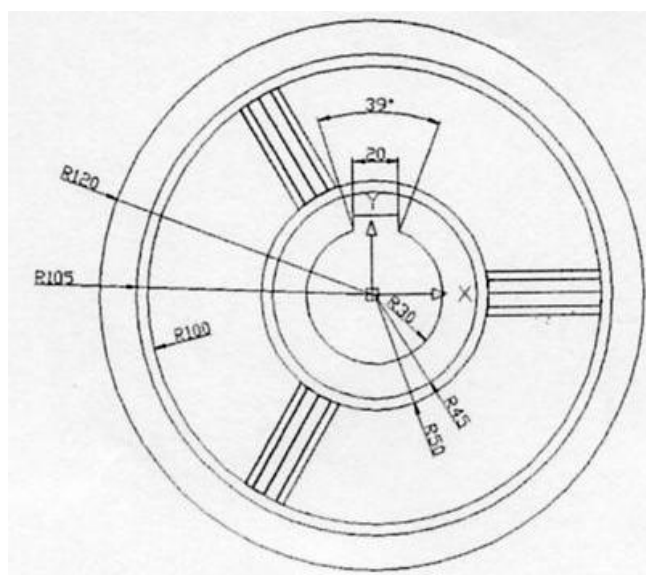
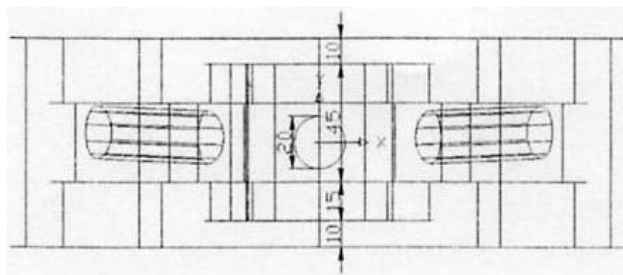
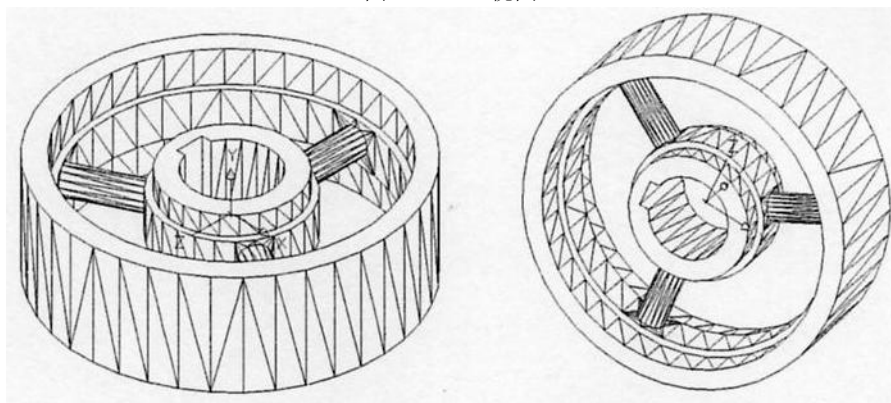
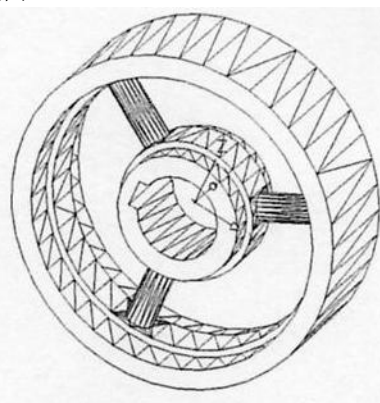

图 11-48 俯视图
图 11-49 左视图
图 11-50 西南等轴测图
图 11-51 其他视角三维视图
1、按照图 11-48、图 11-49、图 11-50 和图 11-51 所示的示意图绘制轮辐效果图。